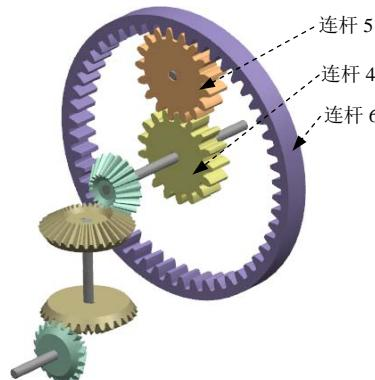

图 5.5.5 定义其他连杆
Step8. 定义连杆4。定义图5.5.5所示的直齿轮1为连杆4；单击**应用**按钮。
Step9. 定义连杆5。定义图5.5.5所示的直齿轮2为连杆5；单击**应用**按钮。
Step10. 定义连杆6。定义图5.5.5所示的内齿轮为连杆6；单击**确定**按钮。